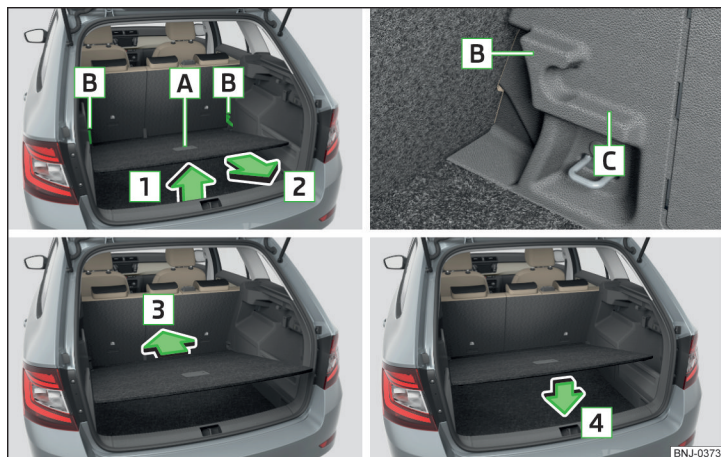

Fig. 118 Reglarea podelei variabile în poziția superioară/inferioară
- » Ridicați podeaua variabilă de mânerul **A** în sensul săgeții **1** și împingeți-o parțial în sensul săgeții **2** » fig. 118.